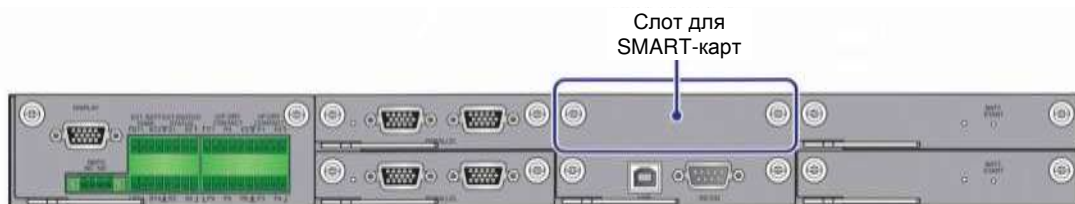

Рисунок 4-13: Расположение слота для SMART-карт
1. В слот можно вставить релейную карту ввода/вывода (опция) для расширения функций сухих контактов, см. **Рисунок 4-13**. Для соответствующей информации по установке и применению, обратитесь в службу технической поддержки Delta.